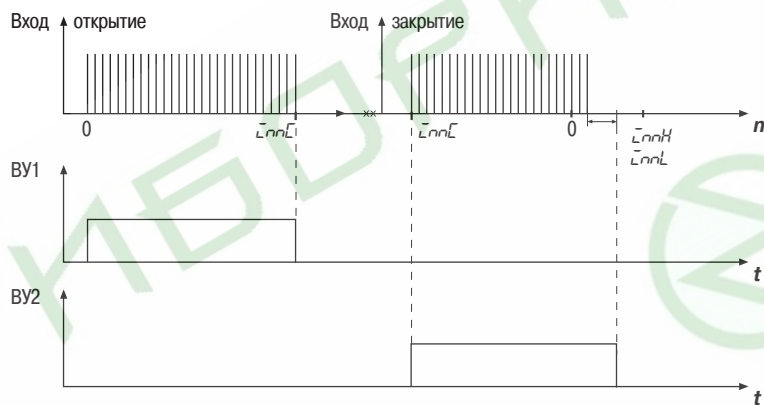

Рис. 8
3.2.9.1.2. При $\bar{PRE5} = 1$ – открытое положение определяется по достижении значения счетчика, равного значению параметра $\bar{L}nnL$ (рис.8);